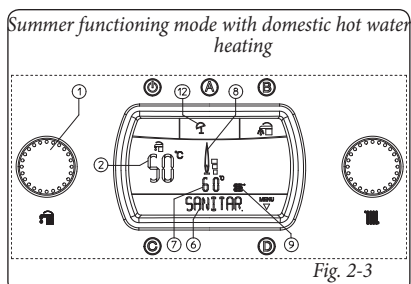

Fig. 2-3
During heating of the domestic hot water (24) "DOMESTIC" will appear on the display (Fig. 2-3) on the status indicator (6) and at the same time on ignition of the burner the flame presence indicator (8) switches on with relative power scale and the indicator (9 and 7) with the instantaneous output temperature from the primary heat exchanger.
При загряването на топлата санитарна вода върху екрана (24) се появява надпис "SANITAR" (Fig. 2-3) върху индикатора за режим (6) и едновременно с включване на горелката се включва индикатор (8) за наличие на пламък със съответния обхват за мощност и индикатор (9 и 7) с моментната температура на изхода от първичния обменник.